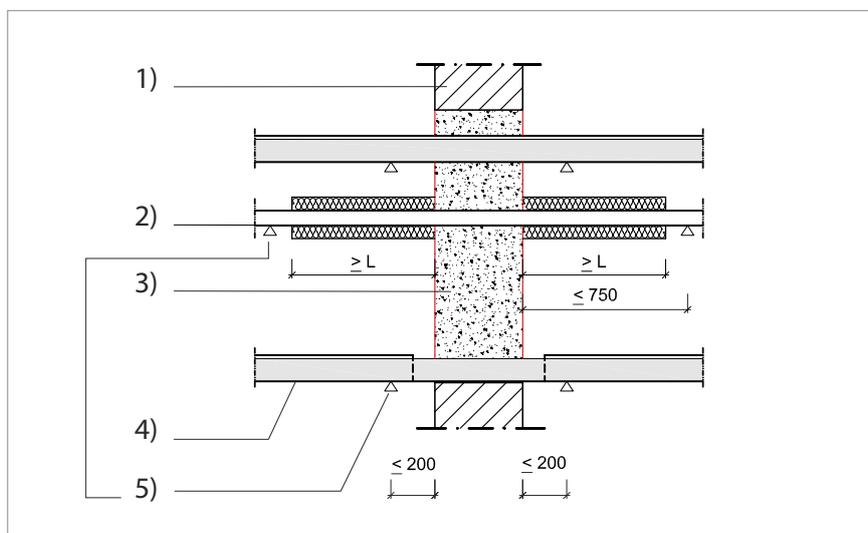

Abb. 4: Unterstützung von Rohren und Kabeln / Kabeltragekonstruktionen in Wänden
- Zulässig sind Rohre aus Kupfer, Stahl, Edelstahl und Gusseisen bis zu einem Außendurchmesser von 88,9 mm, die Nennrohrwandstärken gemäß Abb. 4 müssen eingehalten werden.
- Lokale Isolierungen (Isolierung nur im Schottbereich), die in der Abschottung unterbrochen sind (LI) bzw. die durch die Abschottung geführt werden (LS), müssen aus Mineralwolle mit einer Mindestdichte von 90 kg/m³ bestehen. Die Isolierungsstärke muss 30 mm betragen.
- Streckenisolierungen (Isolierung über die gesamte Rohrleitungslänge), die in der Abschottung unterbrochen sind (CI) bzw. die durch die Abschottung geführt werden (CS), müssen aus Mineralwolle mit einer Mindestdichte von 90 kg/m³ bestehen. Die Isolierungsstärke muss mind. 30 mm betragen.